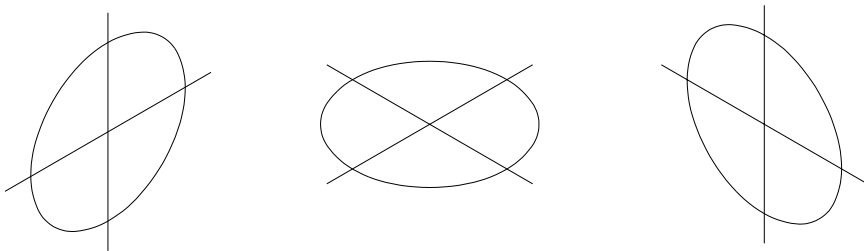

Fig. 8.3
– **o opțiune *ELLIPSE***. Dacă este selectat modul SNAP-izometric, comanda *ELLIPSE* permite desenarea cercurilor aflate în planul axonometric curent (selectat prin comanda *ISOPLANE*) (fig. 8.3).